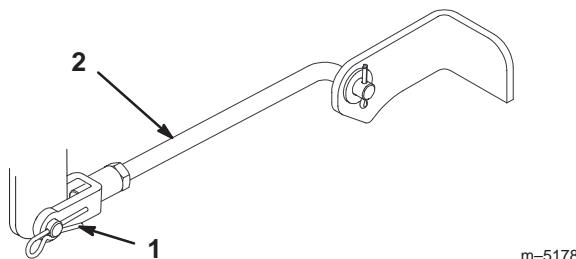

Bild 45
- Entfernen Sie den Splint und den Lastösenbolzen von den vorderen Drehzapfenjochs (Bild 45).
- Befestigen Sie die vorderen Drehzapfenstangen mit den Lastösenbolzen und Splints an der Zugmaschine (Bild 45).